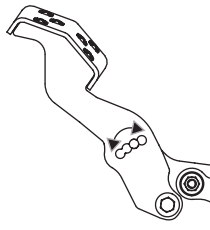

Figure 41
- Positionnez la pédale sur la position optimale en fonction des préférences de l'opérateur. Voir Figure 41.